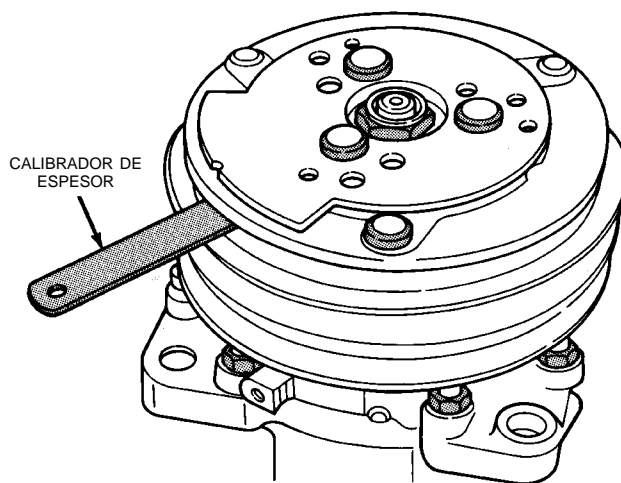

Fig. 30 Verificación del entrehierro
(5) Verifique el entrehierro con un calibrador de espesor (Fig. 30). Si el entrehierro no cumple con las especificaciones, agregue o extraiga espaciadores según sea necesario. La especificación es de 0,41 a 0,79 mm (0,016 a 0,031 pulg.). Si el entrehierro no es regular alrededor de la circunferencia, haga presión levemente hacia arriba en los puntos de mínima variación. Golpee suavemente hacia abajo en los puntos de máxima variación.